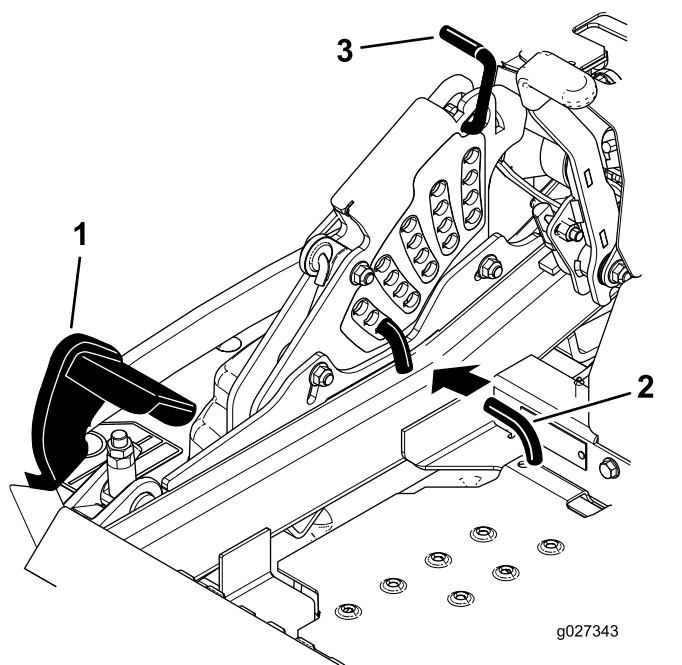

Figura 30
2. Pise el pedal de elevación de la carcasa y eleve la carcasa a la posición de transporte (que es también la posición de altura de corte de 140 mm), tal y como se muestra en la **Figura 30**.
3. Para ajustar la altura de corte, gire el pasador 90 grados y retire el pasador del soporte de altura de corte (**Figura 30**).
4. Seleccione el taladro del soporte de altura de corte que corresponde a la altura de corte deseada, e inserte el pasador (**Figura 30**).